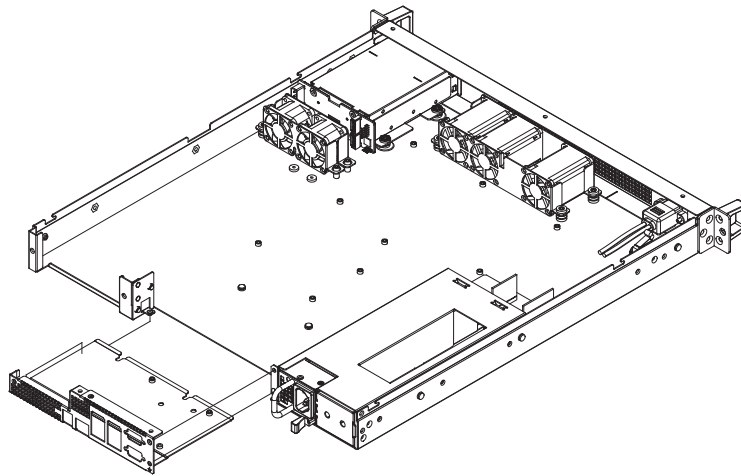

Figure 2.4 Removing IO Module Bracket/ 移除 IO 模块支架 / 移除 IO 模組支架
2. Slide the IO module bracket backwards (see Figure 2.4).
2. 将 IO 模块支架向后拉出（如图 2.4 所示）。